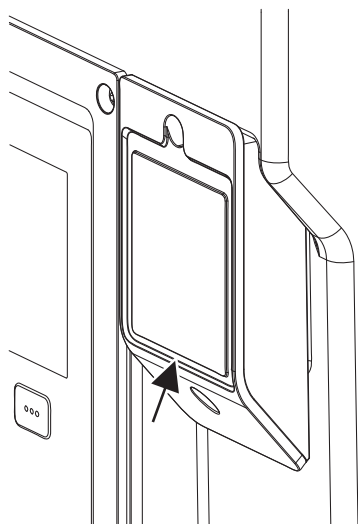

Fig. 27: Poklopac za Wilo-Smart Connect modul BT
1. Otpustiti zavrtnj Wilo-Smart Connect poklopa modula (Fig. 27) i otvoriti poklopac.
Zbog konstrukcije, Wilo-Smart Connect Modul BT se može utaknuti samo u jednom smeru. Dodatno fiksiranje samog modula se ne vrši. Poklopac Wilo-Smart Connect modula (Fig. 27) na gornjem delu elektronskog modula čvrsto drži modul u interfejsu.